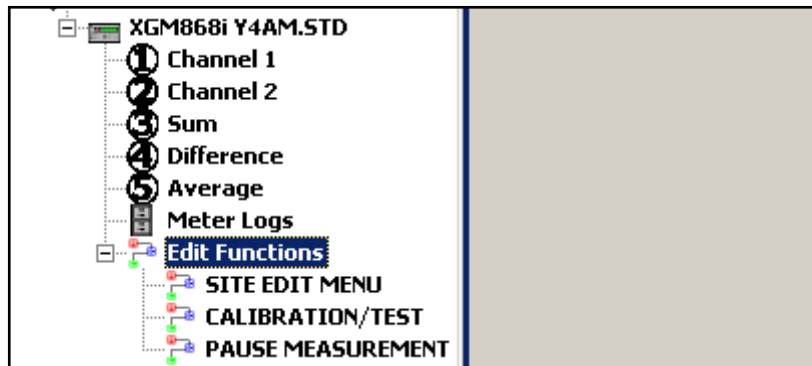

Figure 9: menus de l'option *Edit Functions* (Éditer les fonctions)
4. Développez l'option *Edit Functions* (Éditer les fonctions). Une fenêtre semblable à celle illustrée *Figure 9* s'affiche.